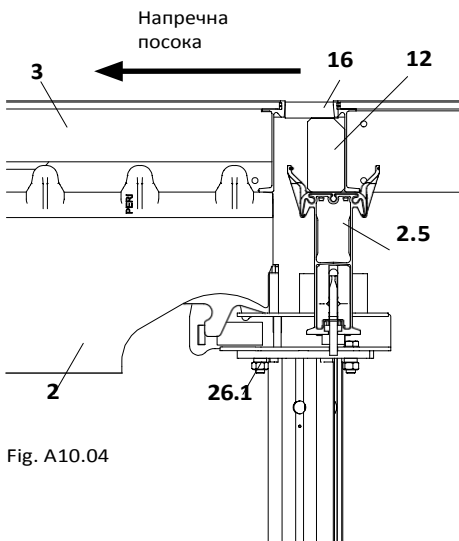

Fig. A10.04
5. Ако се образува фуга при панелите SDP между напречната посока и основната, затворете я с греди (12) и вложки (16). (Fig. A10.04)